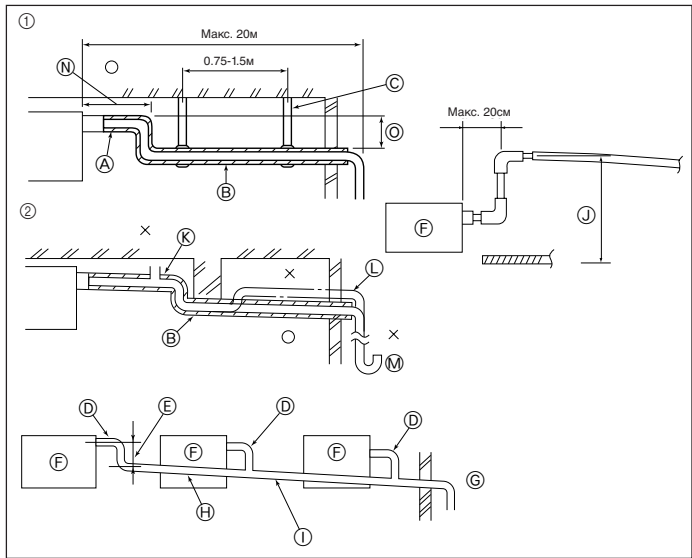

Fig. 3-4
- В Лента ④
- Г Кожух трубы ③
3.3. Дренажные трубы (Fig. 3-4)
- ① Правильное соединение труб
- ② Неправильное соединение труб